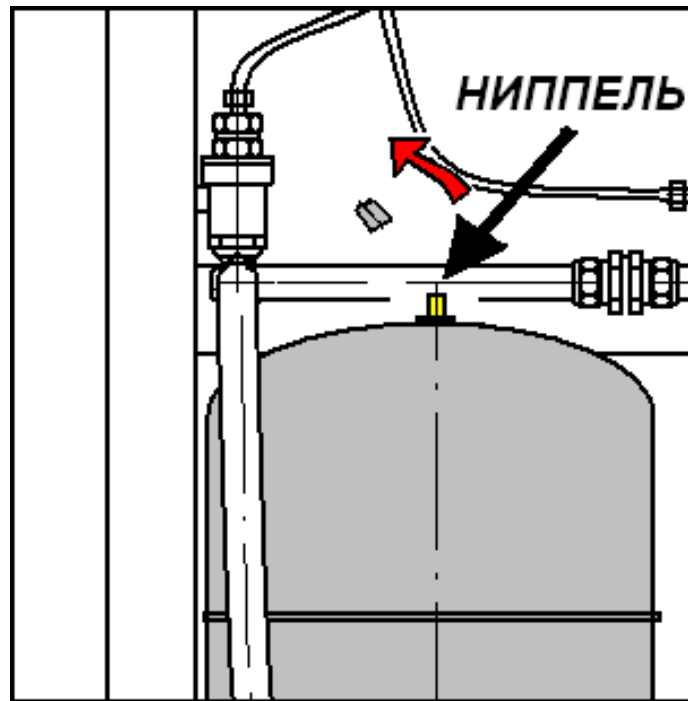

Рисунок 4 - Расположение ниппеля на гидроаккумуляторе.
2.2.6 Снять лицевую крышку установки. Снять защитный колпачок с ниппеля гидроаккумулятора (рис. 4).